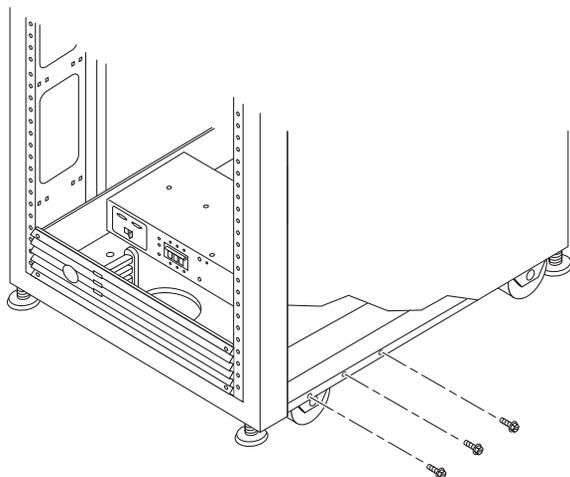

図 2-6 取り付けネジの取り外し
- 取り付けネジを、キャビネット底面の左右から取り外します (図 2-6)。